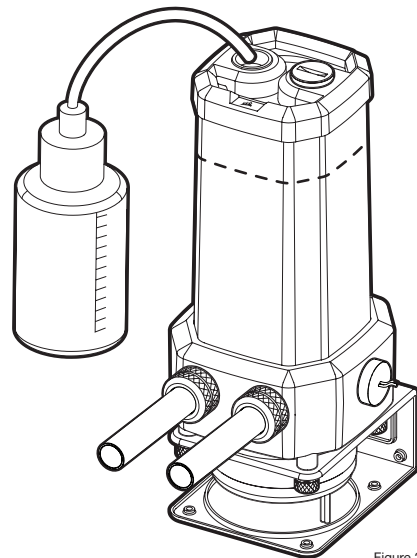

Figure 2
2. Remplissez le réservoir par l'ouverture G1/4" en haut à gauche avec du liquide de refroidissement CORSAIR XL5 en utilisant un flacon de remplissage jusqu'à environ 2cm (4/5") du haut (Figure 2).
2. Füllen Sie den Reservoir durch die Öffnung oben links G1/4" mit CORSAIR XL5 Kühlmittel mit einer Füllflasche bis etwa 2 cm (4/5") unter der Spitze (Abbildung 2).